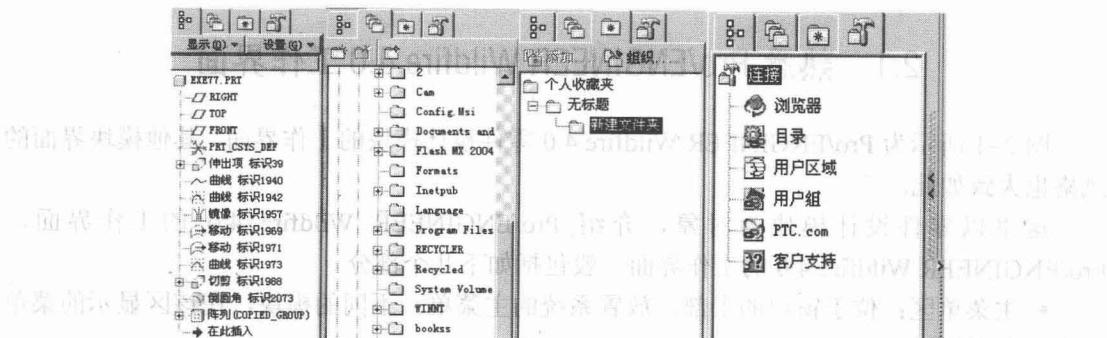

图 2-2
- **导航栏隐藏/显示区**: 位于窗口工作区的左侧。单击导航栏右侧的符号“>”，显示导航栏，单击导航栏右侧的符号“<”，隐藏导航栏。导航栏中包括模型树、资源管理器、收藏夹和相关网络技术资源 4 部分内容。单击相应选项按钮，可打开相应的导航面板，如图 2-2 所示。